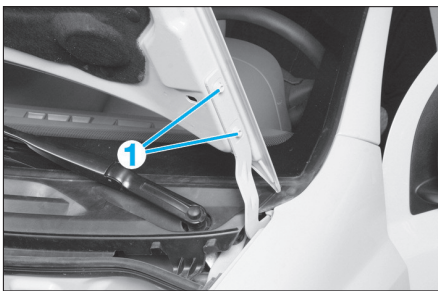

FIG. 97
- les vis de fixation (1) (Fig.97),